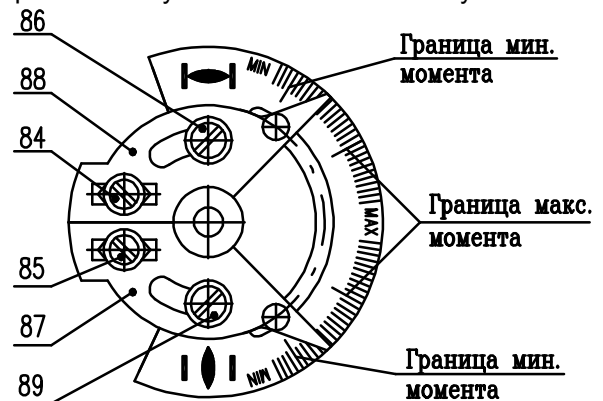

Рис.5
- моментное колесо (рис. 5)
Моментное колесо (рис. 5) укреплено на моментном валике, выходящем от силовой передачи (рис. 2). Угол поворота моментного колеса пропорционален крутящему моменту на выходном вале ЭП. Его величина устанавливается перестановкой сегментов (17) и передвижением упоров (18) (рис. 5). Достигнутая величина крутящего момента переносится от моментного колеса на моментное устройство при помощи моментного рычажка (42) (Рис.6).
Настройку момента выключения выполняйте только в определенном диапазоне, с помощью устройства для измерения момента, грубой регуляцией(17) и тонкой регуляцией(18)(**Рис.5**).
Перестройка момента выключения при помощи сегмента(17), (Рис.5), возможно произвести в рамках интервала MIN-MAX на моментном диске в соответствующем силовом диапазоне электрпривода.